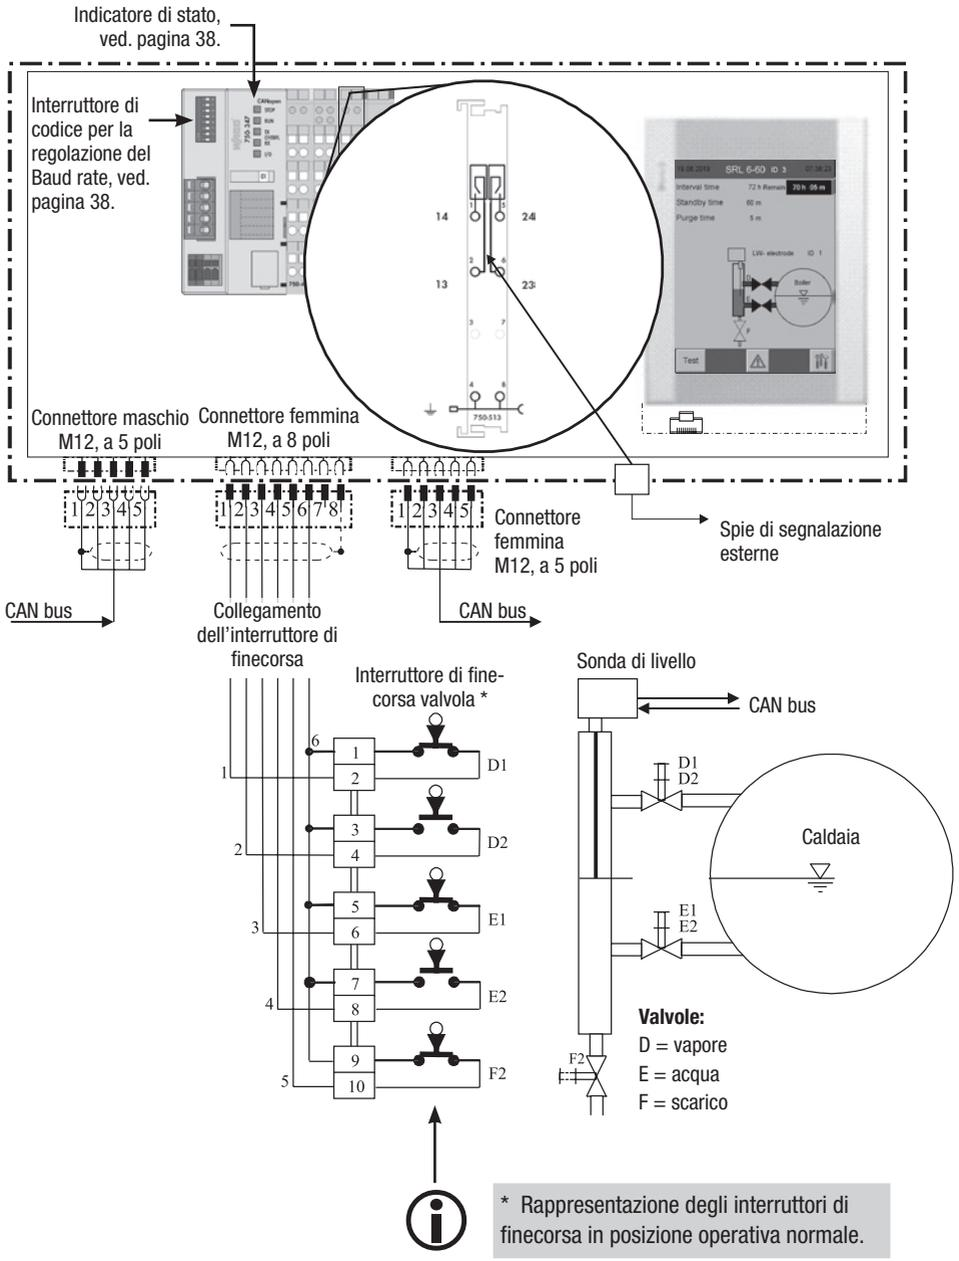

Fig. 10
- Per il collegamento dell'unità logica di monitoraggio e dei suoi componenti attenersi allo schema elettrico Fig. 10 (ved. pagina 23) riportato nelle presenti istruzioni.